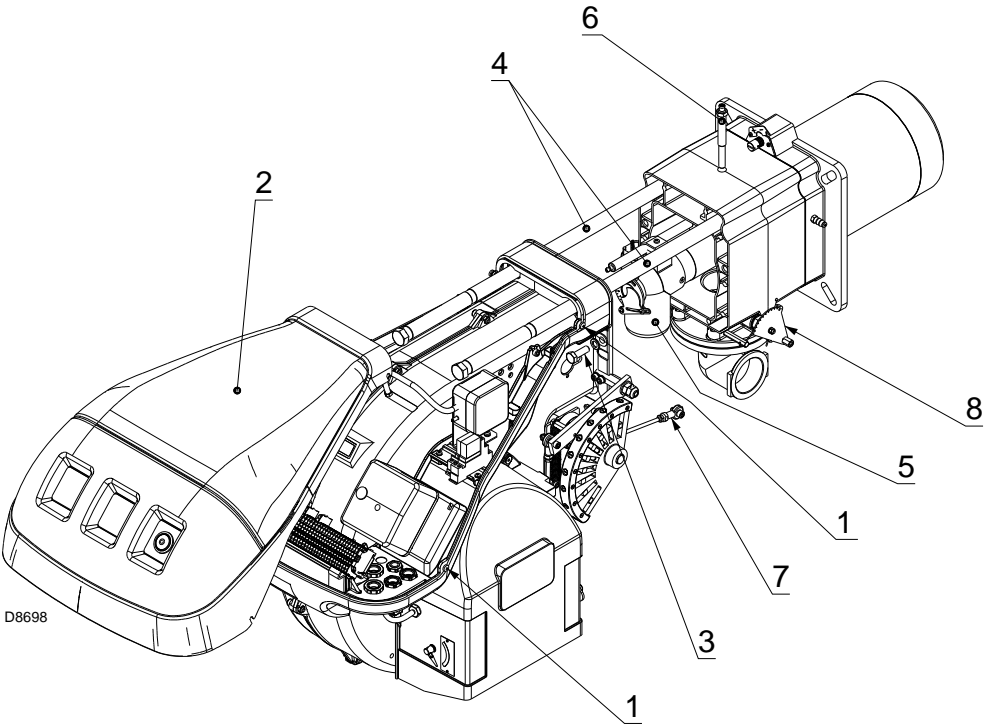

图 40
检查确认点火阶段的燃气出气孔（在燃烧头的燃气分配盘处）清洁无污物及锈迹。如有疑问，需拆下弯头 5) (图 40)。
- 拆下螺栓 1)，同时 取下保护盖 2)(图 40)。
- 重新拧紧螺丝 3)(图 40)，将探针和电极引线轻轻拉紧。